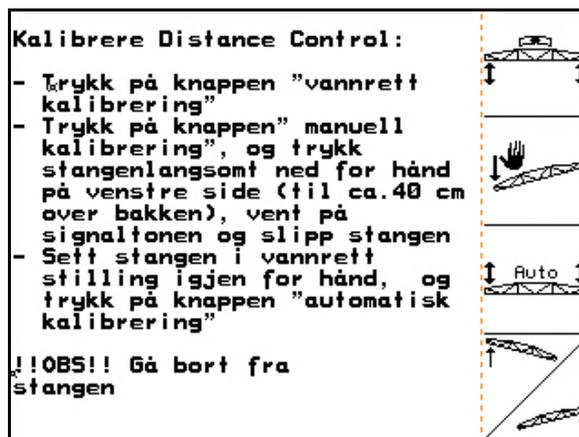

Fig. 31
1. (Fig. 31) Start automatisk kalibrering.